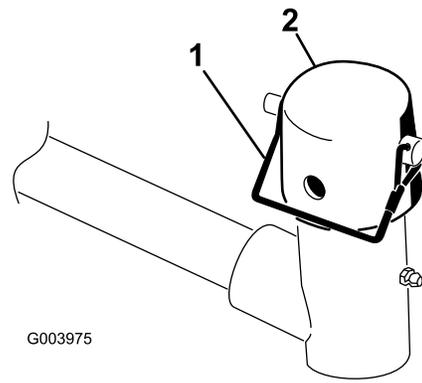

图 4
3. 在每个滚刀组提升臂处拆下将盖子固定到提升臂轴轆的保险销然后拆下盖子图 4。